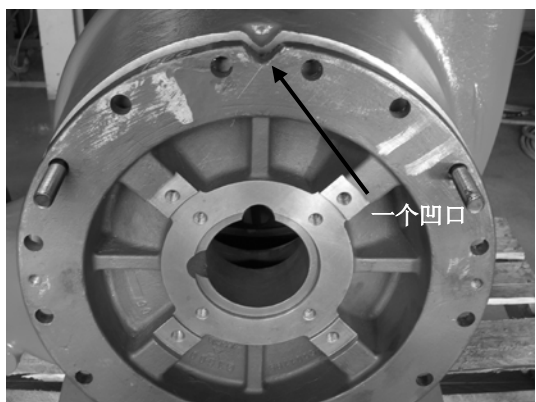
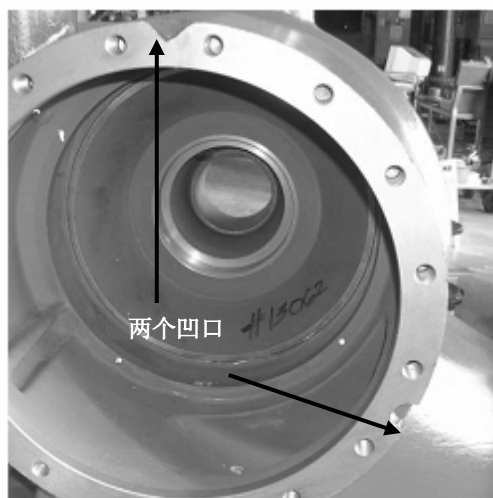

图 39：使用导销安装盖板
图 40：安装一个盖板后，水泵的内部图
7. 使用装入涡壳的导销（螺杆或无头螺栓），安装盖板。一个盖板有一个凹口（见图 39），另一个盖板有两个凹口（见图 40）。确保盖板的凹口与涡壳的凹口校直无误。